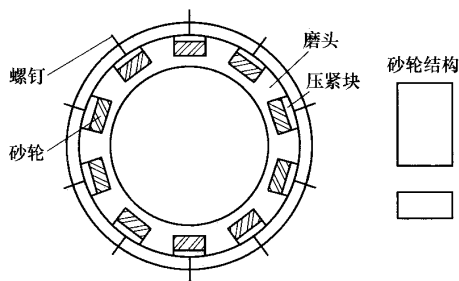

图 1
(1) 磨床原有结构 磨床原有的主轴转盘结构如图1, 轴头转盘的直径大约为350mm, 轴头上装有10块长方体砂轮, 每个砂轮用外圆上的螺钉顶紧砂轮前方的压紧块, 使压紧块与砂轮全面贴合保证使用, 砂轮的长、宽、高分别为80mm×25mm×120mm。